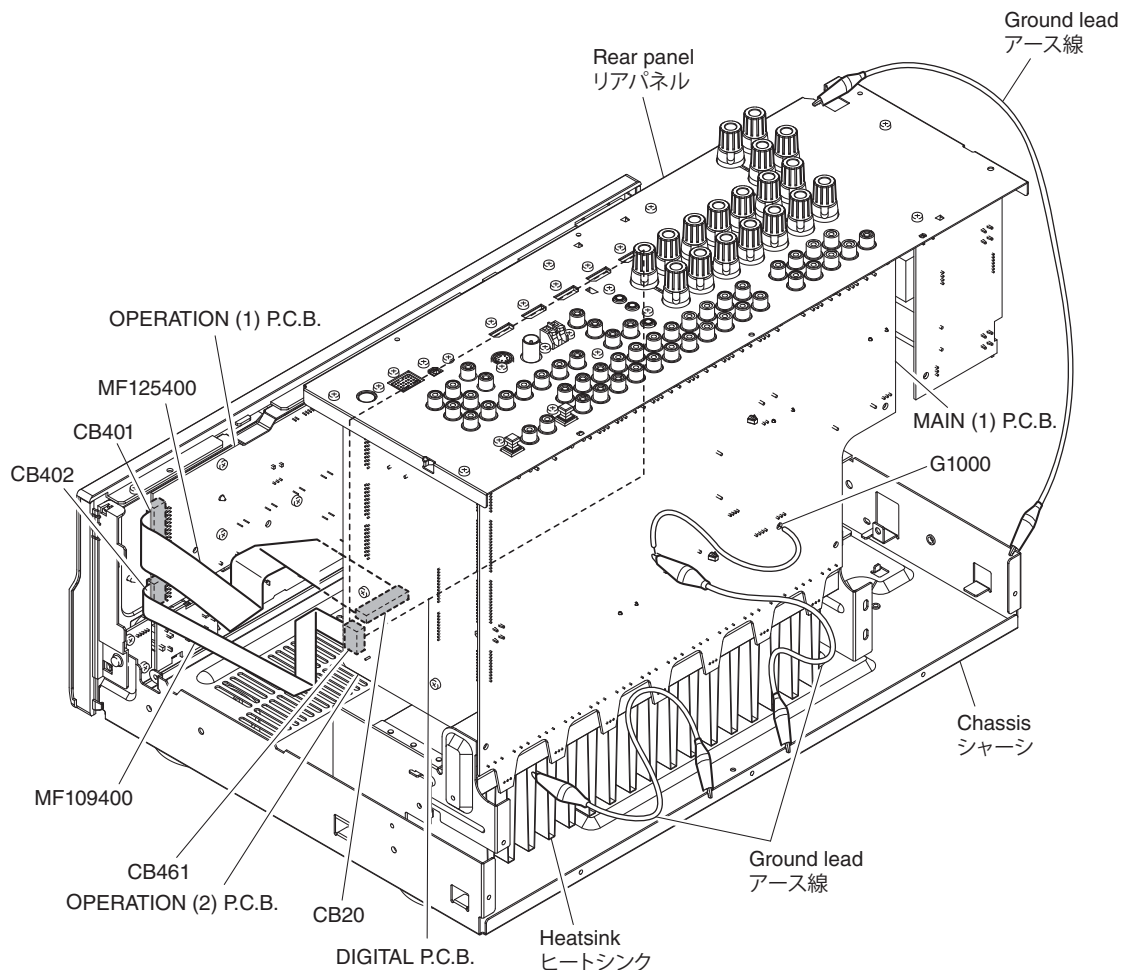

Fig. 3
- Place the P.C.B.s (with rear panel) upright. (Fig. 3)
- Connect the ground points of the heatsink, rear panel and MAIN (1) P.C.B. (G1000) to the chassis with a ground lead or the like. (Fig. 3)
- リアパネルと一緒に P.C.B. を立ち上げて置きます。(Fig. 3)
- ヒートシンク、リアパネル、MAIN (1) P.C.B. の G1000 のアースをリード線等でシャーシに接続してください。(Fig. 3)